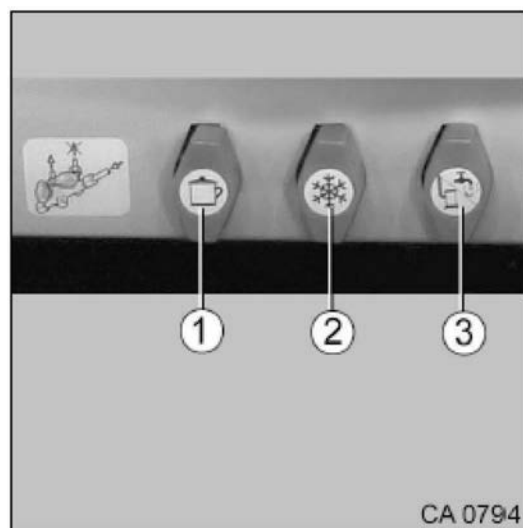

Fig. 116 Bouteilles à gaz
2. Fermer la vanne de sectionnement principale (Fig. 116/1) sur la bouteille à gaz (respecter le sens des flèches).
3. Desserrer l'écrou moleté (Fig. 116/2) (filet à gauche).
7. Placer le flexible à gaz sur la bouteille de gaz et serrer à fond l'écrou moleté (Fig. 116/2) à la main (filet à gauche).